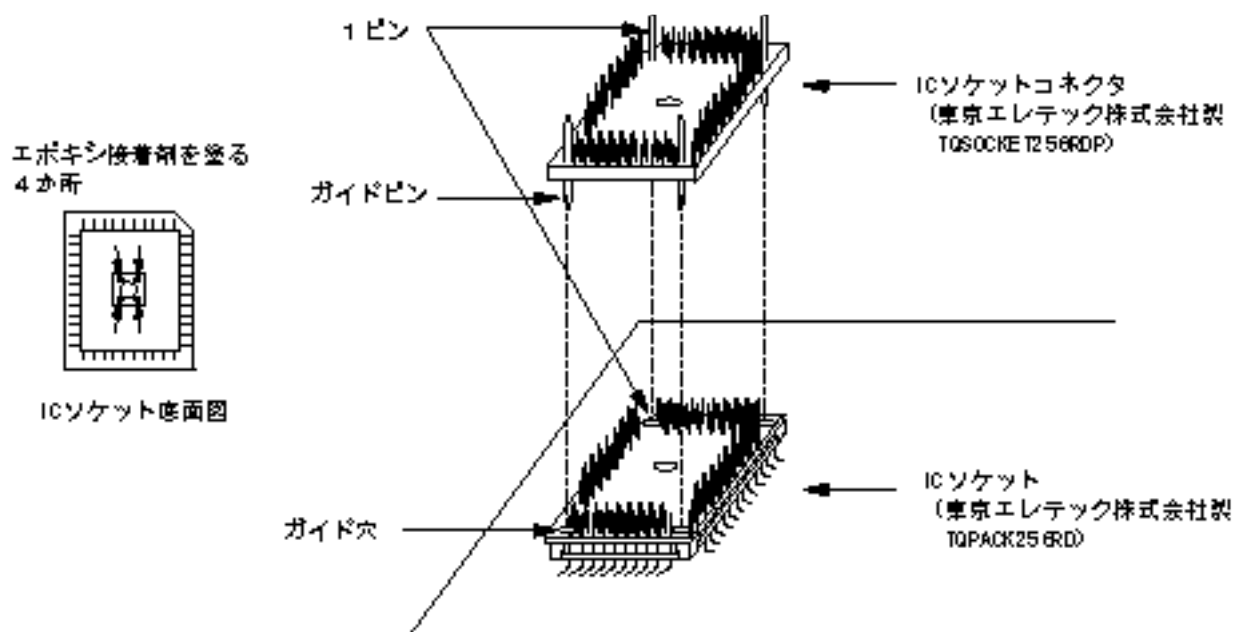

図3 ICソケットの実装
- (1) FP-256 パッケージ用 ICソケットをユーザシステムに実装（はんだ付け）します（図3 参照）。
- (2) ICソケットコネクタと ICソケットの1ピンの位置を確認した上で、ICソケットコネクタのガイドピンを ICソケットのガイド穴にあわせて差し込みます（図3 参照）。